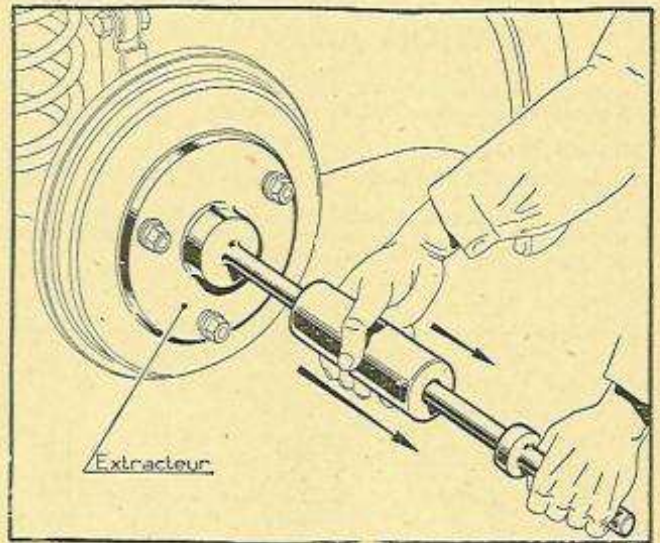

Figure 47.
- Retirer les arbres de pont au moyen de l'extracteur n° 8.100 et déposer les plateaux de freins (fig. 47 et 48).